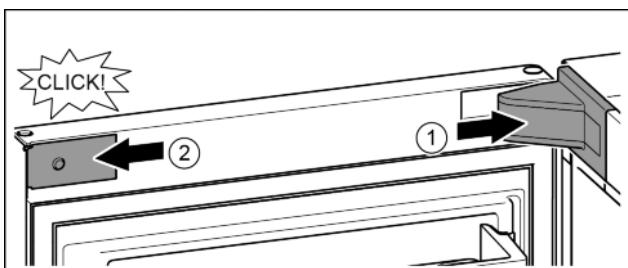

Fig. 21
- Stavite pokrov podloška ležaja i pustite ga da uskoči, po potrebi ga oprezno razdvojite. Fig. 21 (1)
- Postavite masku bočno i pustite da uskoči. Fig. 21 (2)